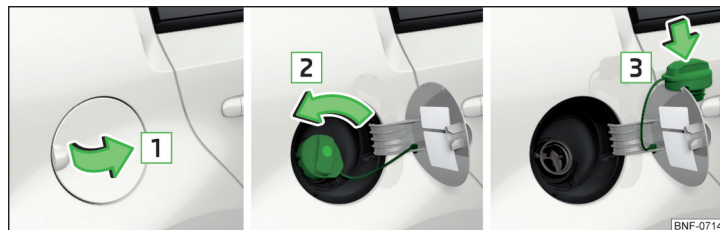

Bild 103 Fälla upp tankluckan/skruva ur tanklocket/sätta fast tanklocket på tankluckan
På tankluckans insida anges rätt bränsle för bilen » bild 103 på sidan 99.
- Fäll upp tankluckan i pilens riktning  » bild 103.